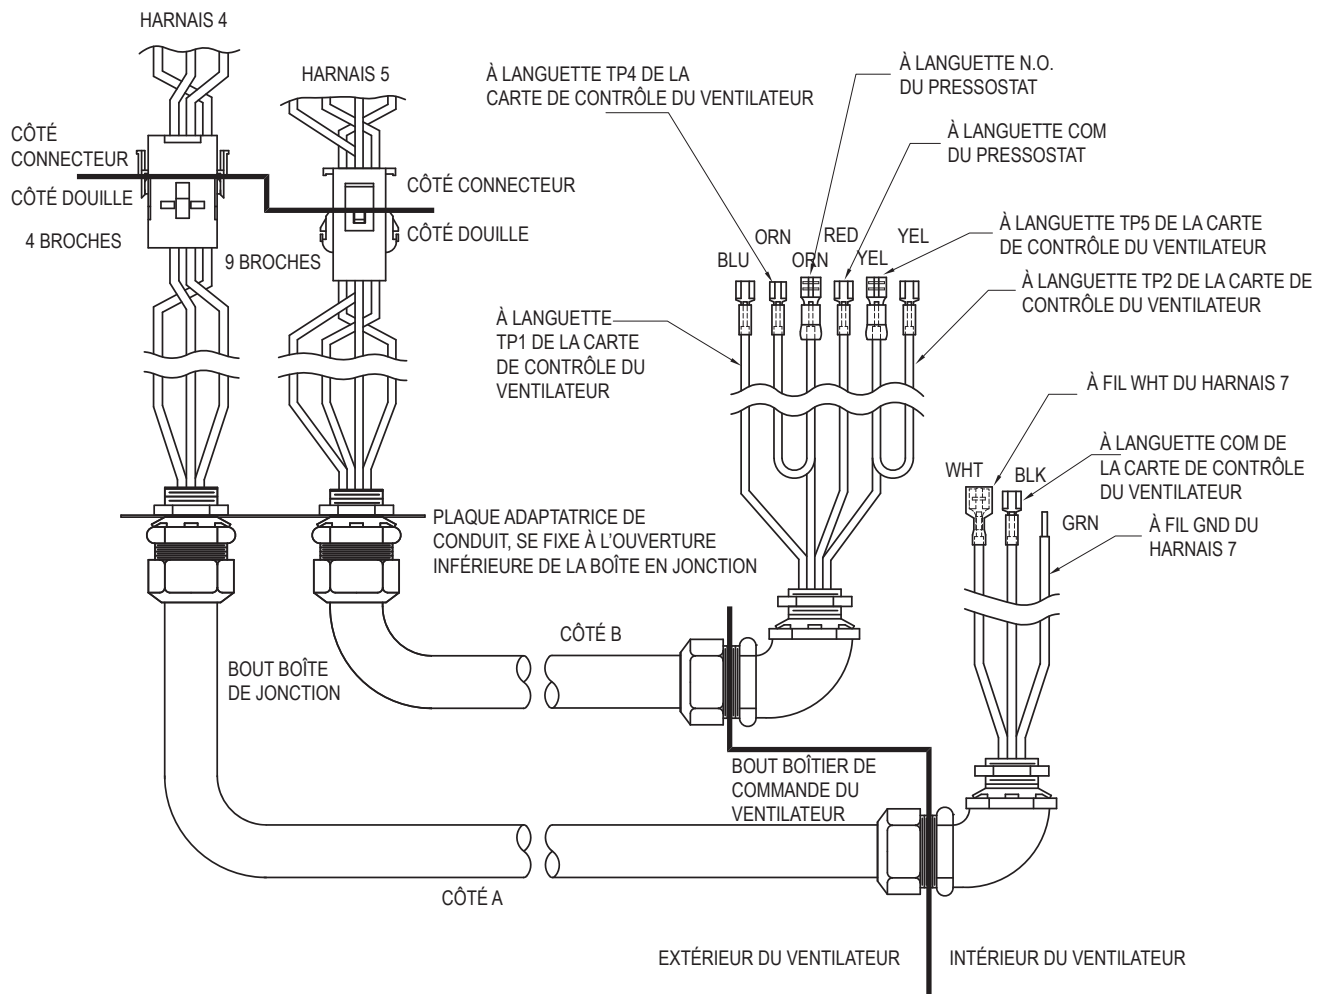

Figure 12. Harnais 6, modèles 0962 à 1826
13. Connectez les fils du HARNAIS 6A comme indiqué à la **Figure 12**.
15. Connectez les fils du HARNAIS 6B comme indiqué à la **Figure 12**.
17. Connectez les fils du HARNAIS 7 aux dispositifs de contrôle du ventilateur, voir **Figure 12**.
19. Connectez les fils du HARNAIS 7 aux connexions d'alimentation du moteur du ventilateur, voir **Figure 12**.